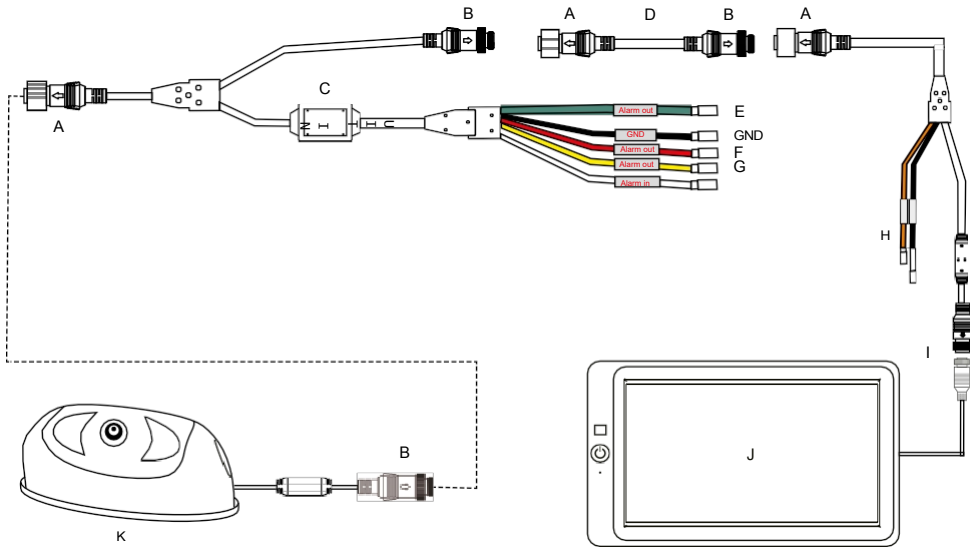

Fig. 4: Aansluiting van de adapter met 3 alarmuitgangen
- **Adapter 4:** Alarmuitgangen voor 3 zones (Fig. 4)